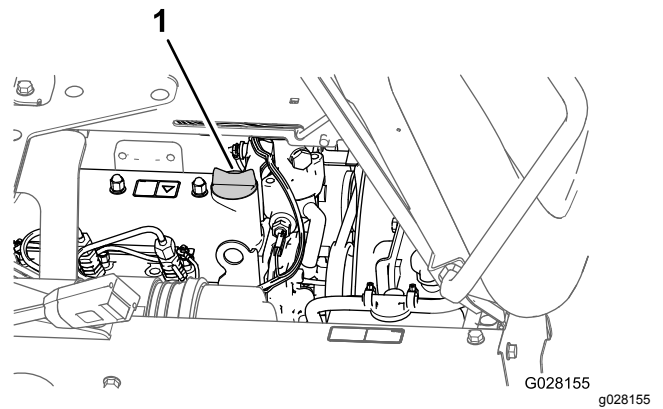

Figura 71
8. Coloque o tampão de enchimento no tubo de enchimento (Figura 71).
5. Retire o tampão de enchimento de óleo do tubo de enchimento da cobertura da válvula do motor e despeje lentamente cerca de 80% da quantidade especificada de óleo no tubo de enchimento (Figura 71).